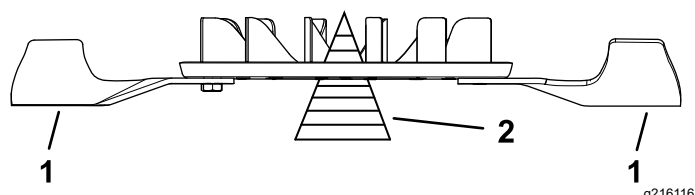

Figure 109
2. Vérifiez l'équilibre de la lame en la plaçant sur un équilibreur (Figure 109).